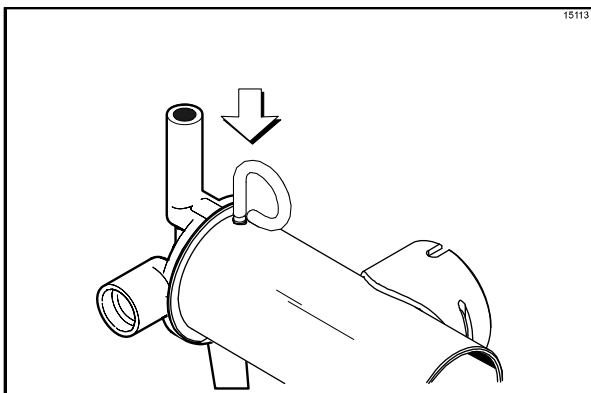

Рисунок 150
9. Закрепите части насоса в этом положении, продевая удерживающий шплинт через сквозные отверстия, расположенные в одном конце цилиндра насоса. (См. рис. 150)